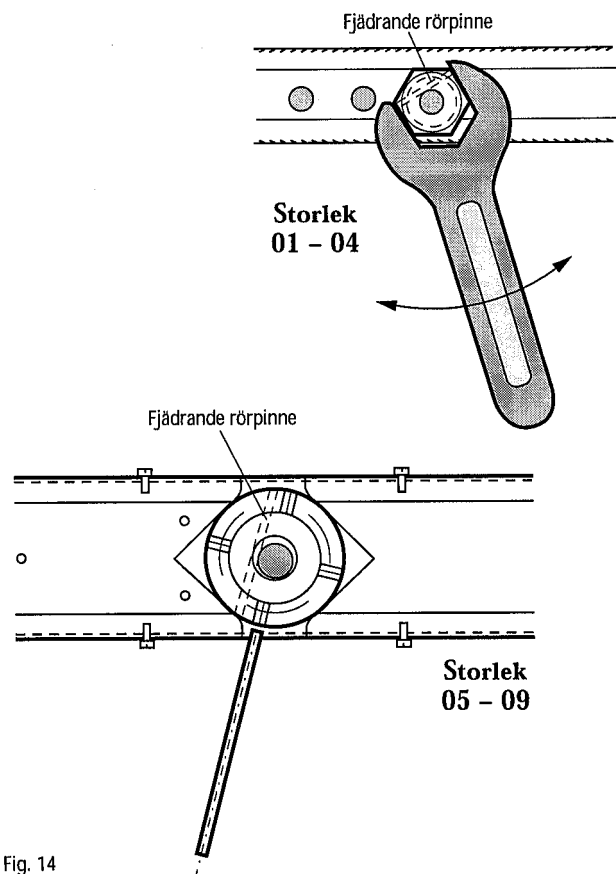

Fig. 14
4. Rotorn kan nu rullas ut på centrubalken. Axelfästet är fixerat på rotoraxeln med en sprint (fjädrande rörpinne), se fig. 14. När sprintarna lossats går det att demontera axelfästena.
2. Vrid på ett av de båda excentriska axelfästena. Vid rotorns centrum Fig. 14 så rotorns periferispalt blir lika (ca 8 mm) runt om.
3. Om inte resultatet av justering enligt (2) blir tillräckligt, justeras axelfästet på motsatt sida $45^\circ - 90^\circ$. Därefter görs en ny injustering på det första axelfästet.
4. När injustering är klar åtdrages låsskruvar och låsmutter (1).